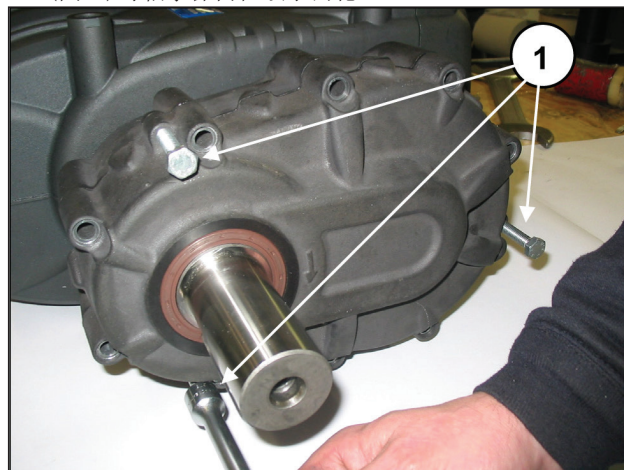
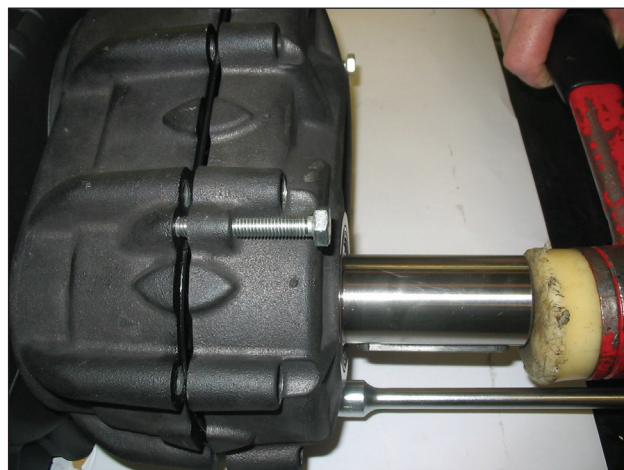

图16
图17
- 放入专用孔中并拧紧3个螺柱或M8螺栓(图16，部件号①)，使用提取器，同时敲击小齿轮，以便在拔出盖子(图17)时轴承保留在该小齿轮上。